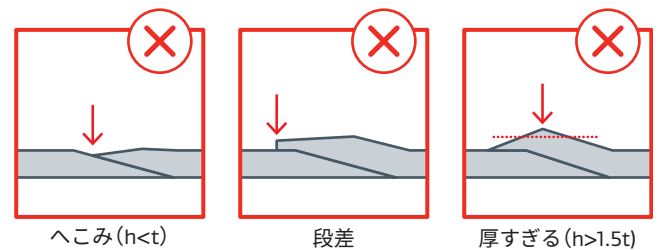

図6
- 図6を参照し、カット部分に以下のようなものがみられる場合には、取り付けをやり直してください。